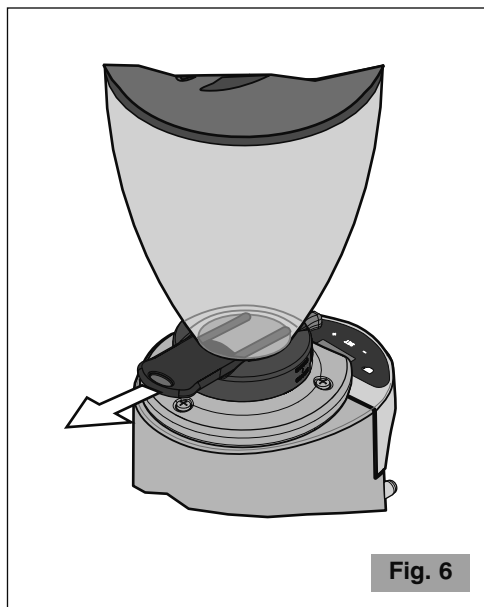

Fig. 6
**⚠ Accertarsi della completa apertura dell'otturatore della campana fino a fine corsa (ultimo scatto) (vedi Fig. 6).**